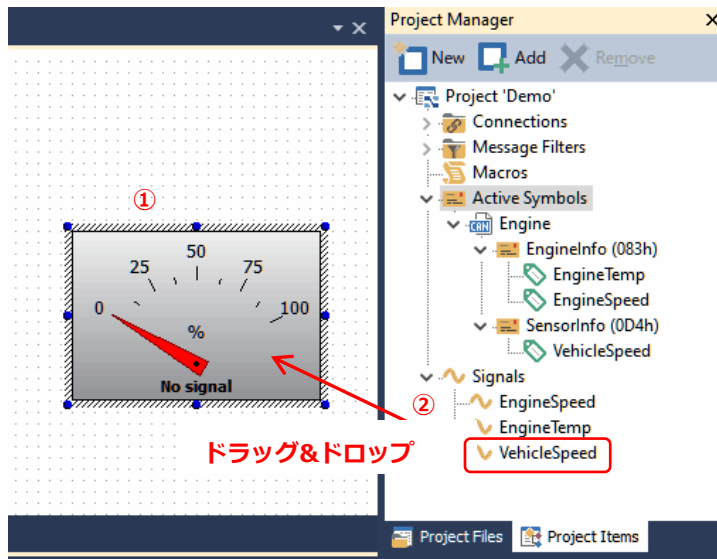

図 10.1-2
Panel ウィンドウにパネルが表示されます（図 10.1-2 ① 参照）。
Project Manager のシグナル（この例では VehicleSpeed）をパネルにドラッグ&ドロップします（図 10.1-2 ② 参照）。